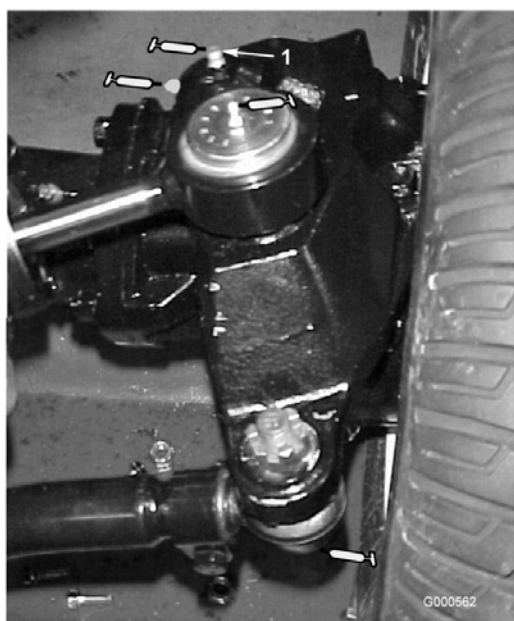

Figura 26
- Rótulas do cilindro de direcção (2) (Figura 26)
- Juntas esféricas da Barra de ligação (2) (Figura 26)
- Buchas do pino principal (2) (Figura 26) **O bocal superior do pino principal apenas deverá ser lubrificado uma vez por ano (2 bombas).**